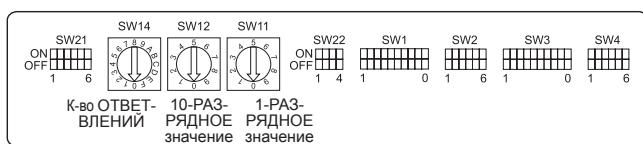

Fig. 4-9
4.5. Установка адресов (Fig. 4-9)